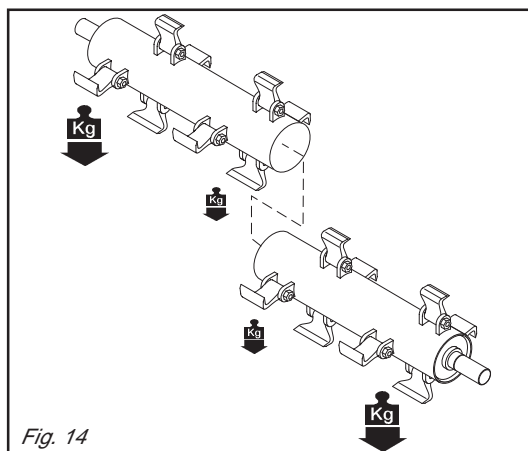

Fig. 14
- **Sistemare le coppie più pesanti alle due estremità del rotore, le coppie più leggere al centro (Fig. 14).**
- **Install the heaviest pairs at the two ends of the rotor and the lighter pairs in the middle (Fig. 14).**
- **Die schwereren Messerpaare an den beiden Enden des Rotors anordnen, die leichteren Paare im Mittelpunkt anordnen (Abb. 14).**
- **Placer les paires les plus lourdes aux deux extrémités du rotor, les paires les plus légères au centre (Fig. 14).**
- **Ubicar los pares más pesados en las dos extremidades del rotor, los pares menos pesados al centro (Fig. 14).**